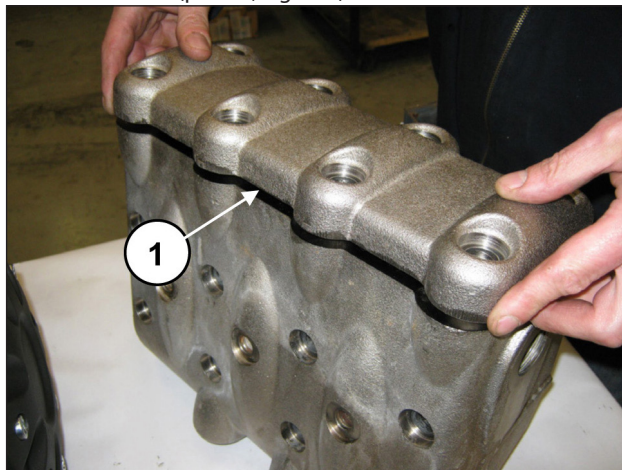
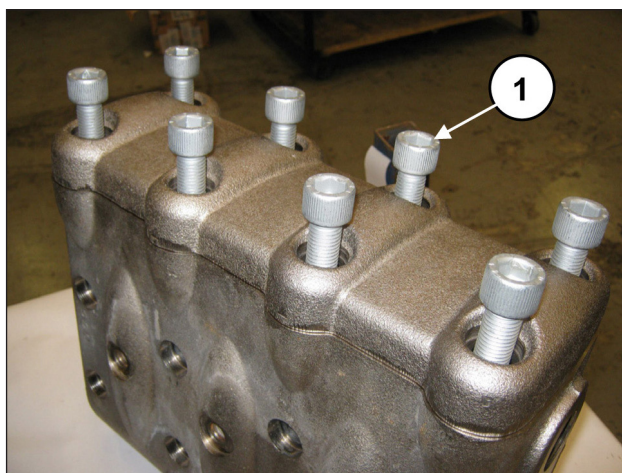

Fig. 126
Fig. 127
Al terminar de montar los grupos y el tapón de la válvula, aplicar la tapa de las válvulas (pos. ①, Fig. 126) y apretar los 8 tornillos M16x55 (pos. ①, Fig. 127).